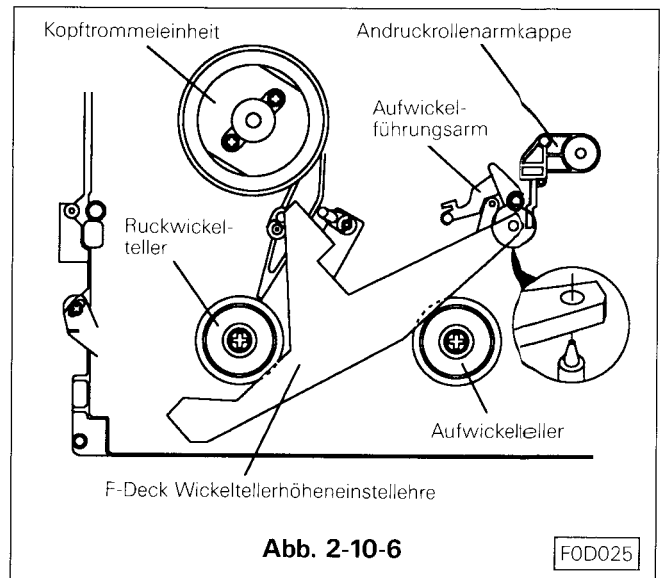
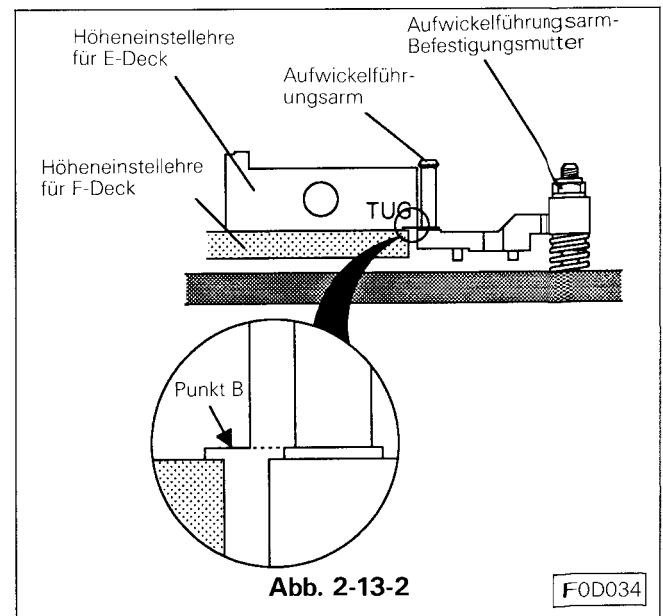

Abb. 2-10-6
Abb. 2-13-2
- J. Die Wickeltellerhöhereinstellehre (Best. -Nr. 859C342000) in die entsprechende Position Punkt A einsetzen. (Siehe Abb. 2-10-6)
- Die Wickeltellerhöhereinstellehre (Best. -Nr. 859C342000) in die entsprechende Position Punkt A einsetzen. Siehe Abb. 2-10-6.
- Die Wickeltellerhöhereinstellehre für das F-Chassis einsetzen, (siehe Abb. 2-10-6) die Höhe des Bandführungsarms mit der Befestigungsschraube so einstellen, daß die untere Flanke des Führungsbolzens gleiche Höhe hat mit dem Punkt B für das F-Chassis. (Siehe Abb. 2-13-2)